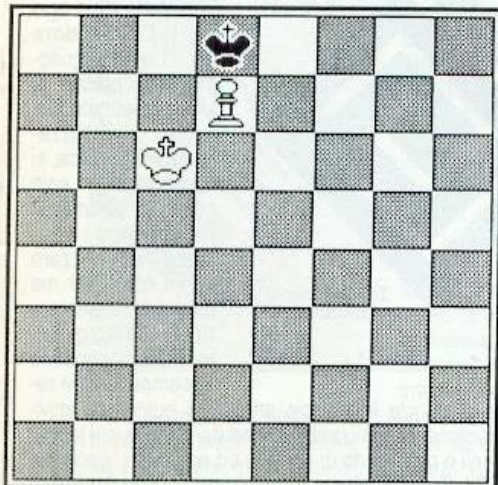

Figura 4.
• **Zugzwang**: parola composta tedesca entrata nella terminologia internazionale. Essa disegna il vantaggio ovvero lo svantaggio di dover muovere. Nella **figura 4** è visibile un elementare esempio di Zugzwang. Il bianco vince se non deve muovere, patta se la mossa spetta a lui.